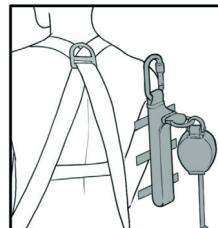

fig.1
1. Positionnez le DSL2 de manière que les fermetures Velcro soient en contact avec les sangles du harnais, en laissant le système absorbeur d'énergie au maximum vers l'extérieur (fig. 1).